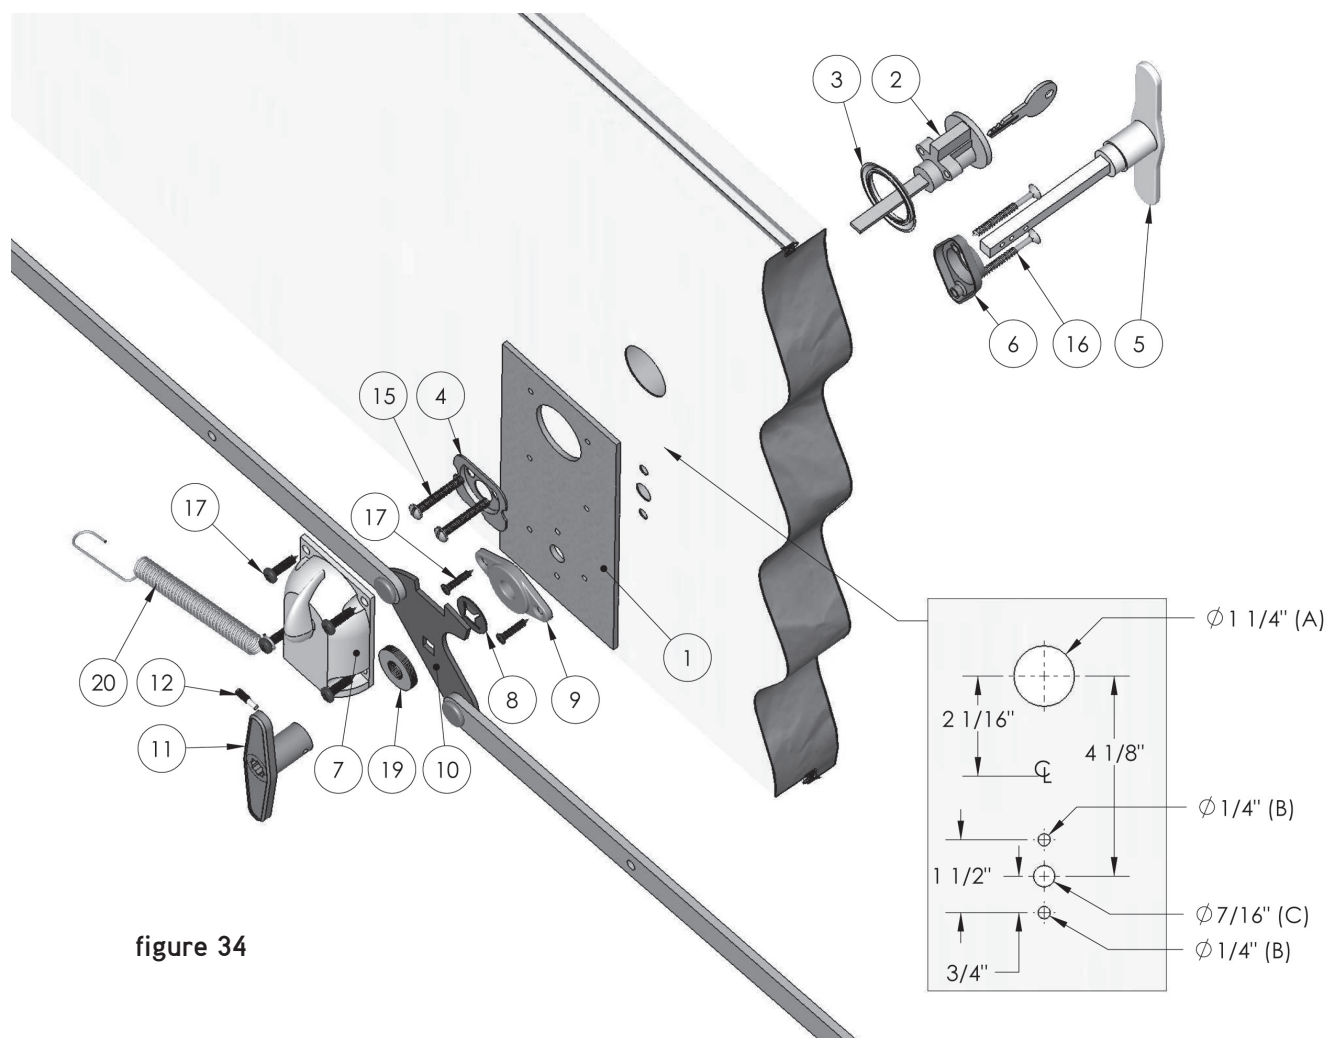

figure 34
2. Mesurez la distance des 4 trous à percer sur le panneau, à l'aide des cotes et du dessin (fig. 34), afin de bien centrer la poignée et la serrure et marquez à l'aide d'un poinçon les quatre trous à percer A (serrure), B (les 2 vis) et C (poignée).
4. Glissez le barillet (2) dans la pièce (3) et insérez dans le trou A (Les dents de la clé doivent pointer vers le haut et le trou de la clé doit être dans le bas du barillet (2));
5. Appuyez la plaque d'acier (1) sur le côté intérieur du panneau;
6. Par le côté intérieur, insérez la pièce (4) dans le trou (A) en positionnant la partie ronde vers le bas;
7. Insérez les vis no 10 de 1 1/2" de longueur (15) dans la pièce (4), alignez-les dans les trous du barillet (2) et vissez (assurez-vous que la plaque est bien alignée);
8. Insérez le verrou intérieure (7) dans la tige du barillet (2) et vissez-le dans la plaque d'acier (1) avec quatre vis de 3/8" de longueur (17) en utilisant un tournevis à tête carrée;
- a. Insérez la vis inférieure gauche dans l'extrémité ronde du ressort (20) avant de la visser;
9. Par le côté intérieur vis-à-vis le trou (C), vissez la plaque (9) dans la plaque d'acier (1) avec deux vis de $\frac{3}{8}$ " de longueur (17) en utilisant un tournevis à tête carrée;
10. Glissez la poignée extérieure (5) dans la pièce (6) et insérez dans le trou (C);